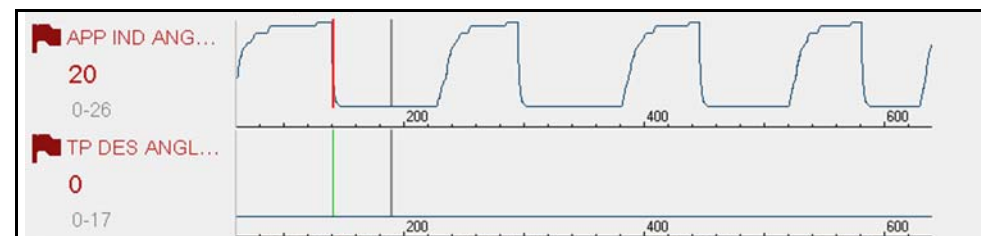

Figure 6-13 Déclencheurs activés
- La ligne rouge s'affiche sur le graphique (Figure 6-13) du PID avec le déclencheur activé pour indiquer où le déclenchement s'est produit.